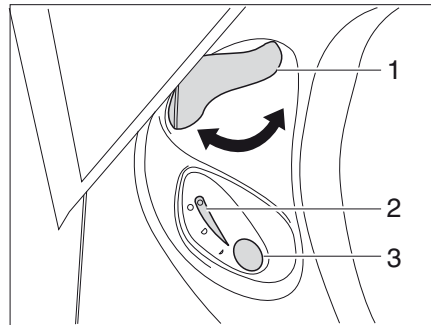

Bild 363 Reglage Thetford-toalett
- Öppna spjället på Thetford-toaletten före spolning. Därtill vrids spjällspaken (Bild 363,1) moturs.
- För att spola trycker man på den blå spolknappen (Bild 363,3).
- Efter spolning stängs spjället. Därtill vrids spjällspaken (Bild 363,1) medurs.
Kontrolllampan (Bild 363,2) lyser när Thetford-kassetten måste tömmas.
- Spjällspaken (Bild 363,1) vrids medurs. Spjället stängs. För att kunna tömma toaletten **måste** spjället vara stängt i Thetford-toaletten.